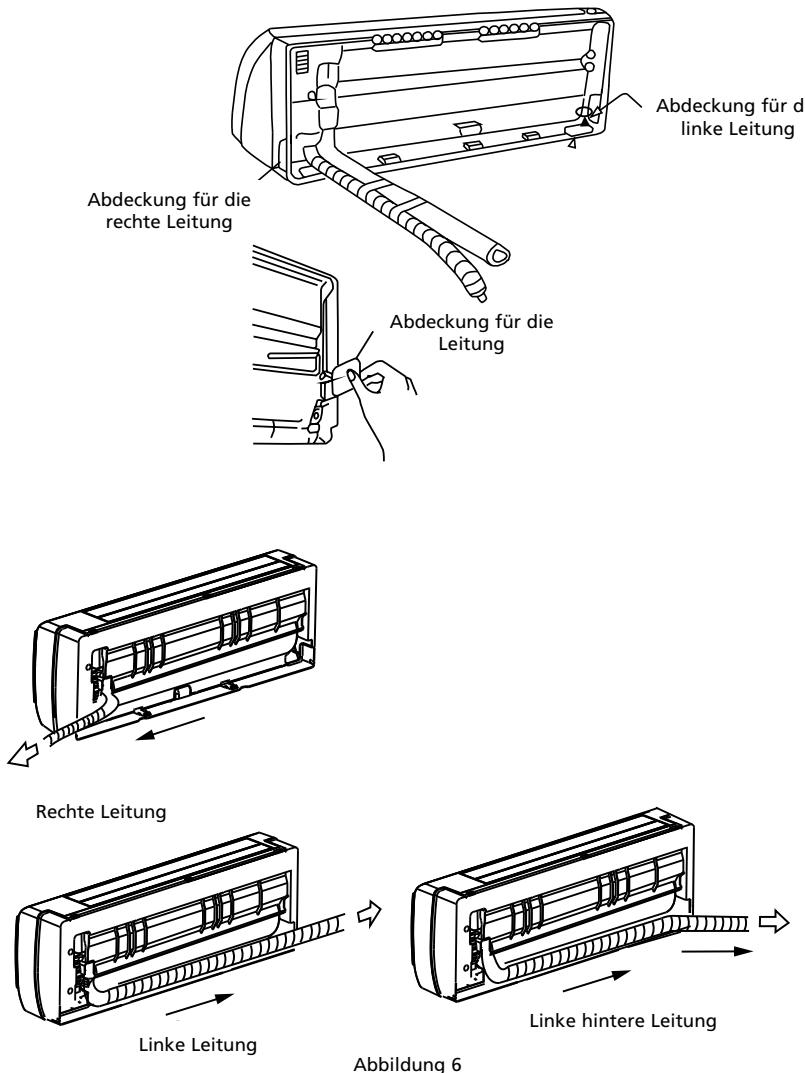

Abbildung 6
- Die Leitungen können von der linken oder rechten Rückseite des Innengeräts aus angeschlossen werden. Entfernen Sie die linke oder rechte Anschlussplatte. Siehe Abbildung 6.
- Die Leitungen können von der linken oder rechten Rückseite aus angeschlossen werden. Siehe Abbildung 6.